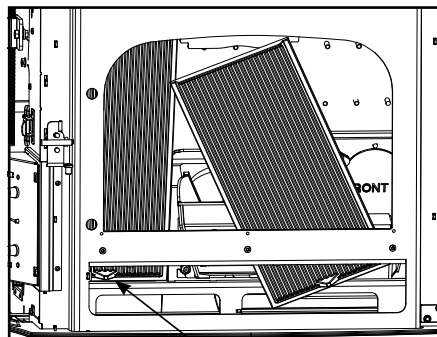

Figure 5.4a
4. Faites basculer le dessus de l'échangeur de chaleur vers l'ouverture de la porte jusqu'à ce qu'il puisse être retiré en le soulevant. Figure 5.4a